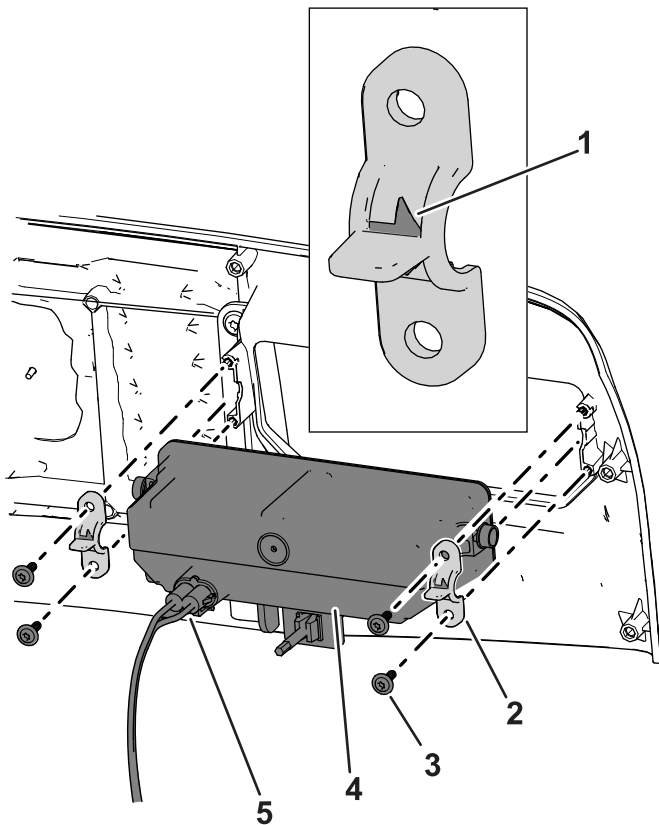

Bild 45
3. Trennen Sie den Anschluss des Kabelbaums vom Stecker der Scheinwerferbaugruppe. (Bild 45).
4. Entfernen Sie die Kunststoffclips und die Schrauben, mit denen der Scheinwerfer an der Maschine befestigt ist, und entfernen Sie die Scheinwerferbaugruppe (Bild 45).
5. Befestigen Sie den neuen Scheinwerfer an der Maschine mit den aufbewahrten Kunststoffclips und den Scheinwerferschrauben. Ziehen Sie die Scheinwerferschrauben auf ein Anzugsmoment von 1,6 N·m an, siehe Bild 45.
Hinweis: Achten Sie darauf, dass die Richtungspfeile auf den Kunststoffclips zur Außenseite der Maschine zeigen (Bild 45).
6. Schließen Sie den Anschluss des Kabelbaums am Stecker der Scheinwerferbaugruppe an. (Bild 45).